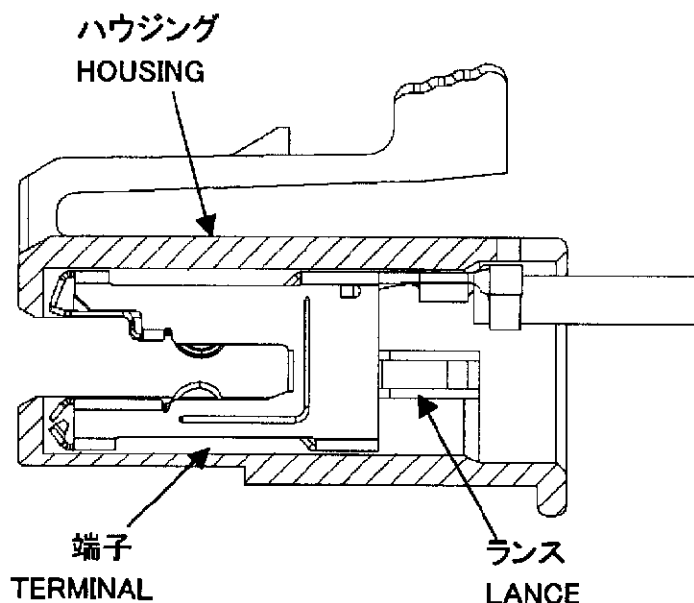

Fig.2
- 1) 工具の電線逃げ溝を電線の方向にあわせ、引き抜きたい個所のハウジングランス部に挿入して下さい(Fig.2)。
- 1) Hold the tool by hand and insert it into housing so that tip of tool touches to lance of housing (Fig.2).